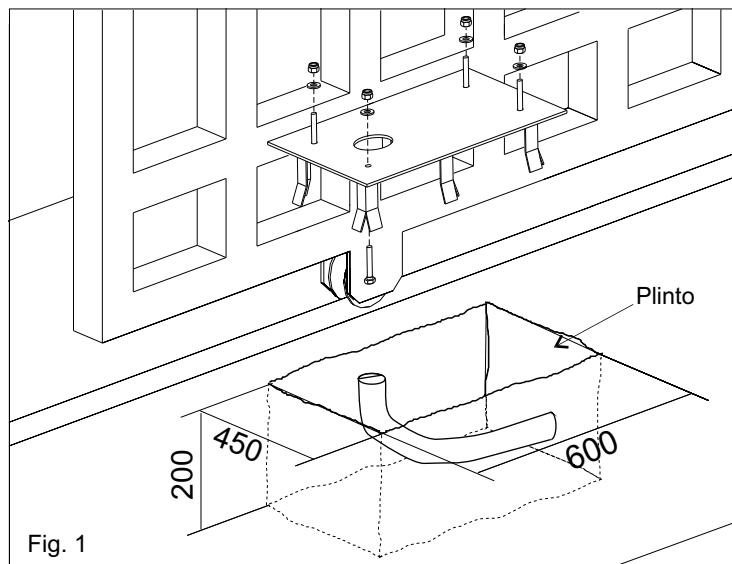

Fig. 1
2.1. Predisponer según la medida indicada en la Fig. 1 una plazoleta de cemento dentro de la cual vendrá murada una placa de fundación.
N.B. Es oportuno, cuando la estructura de la cancela lo permite, levantar la placa del pavimento al menos de 50 mm. para evitar eventuales retenciones de agua, Fig.1.